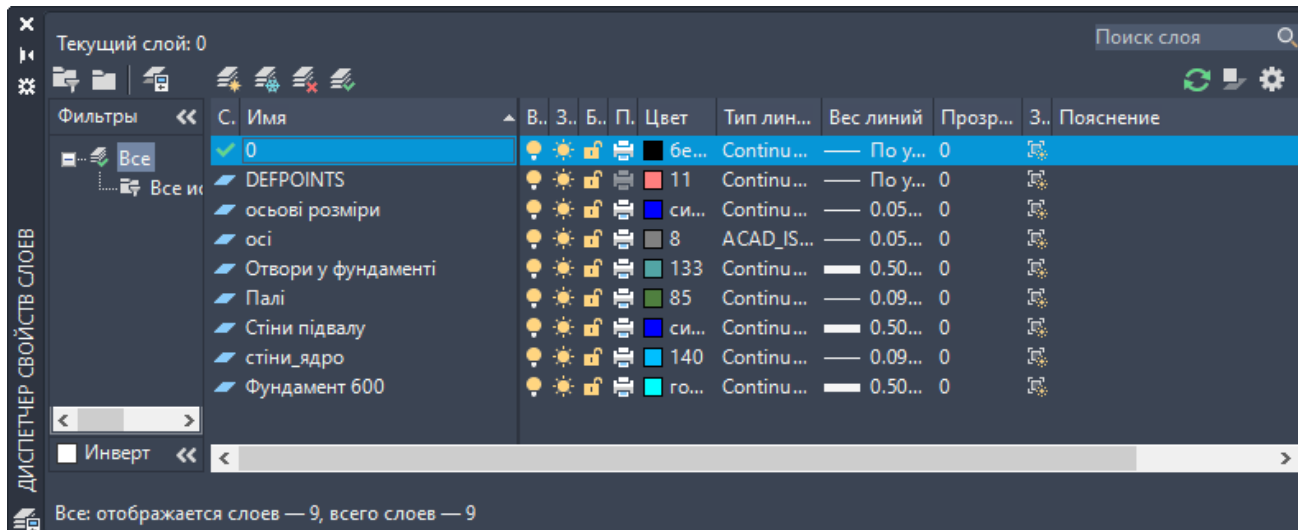

Рис. 14.4. Діалогове вікно **Диспетчер властивостей шарів**
- Викличте діалогове вікно **Диспетчер властивостей шарів** (рис. 14.4) натисканням по кнопці **Властивості шару** (панель **Шари** на вкладці **Головна**)